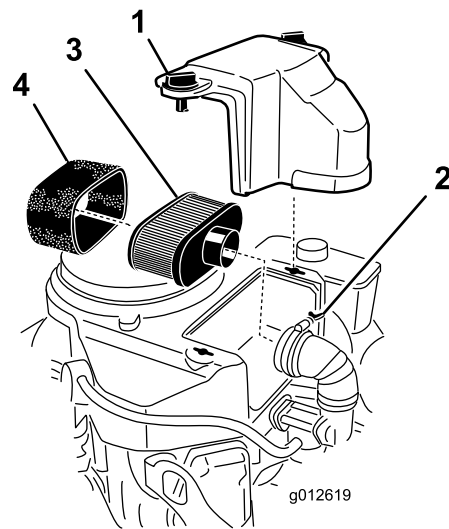

Figura 19
3. Limpie alrededor del limpiador de aire de forma que la suciedad no penetre en el motor y cause daños (Figura 19).
4. Desenrosque los pomos de la cubierta y retire la cubierta del limpiador de aire (Figura 19).
5. Desenrosque la abrazadera y retire el conjunto del limpiador de aire (Figura 19).
6. Retire cuidadosamente el filtro de gomaespuma del filtro de papel (Figura 19).
1. No limpie el filtro de papel, cámbielo (Figura 19)
1. Deslice cuidadosamente el filtro de gomaespuma sobre el filtro de papel (Figura 19).
2. Coloque el conjunto del limpiador de aire sobre la base del limpiador de aire y fíjelo con 2 tuercas de orejeta (Figura 19).
3. Coloque en su posición la cubierta del limpiador de aire y apriete el pomo de la cubierta (Figura 19).